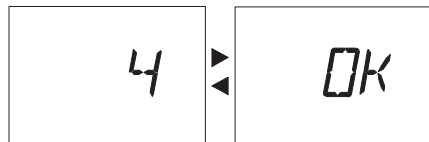

Рис. 13
- 7 Через 5 секунд после ввода желаемого значения произойдет автоматическое сохранение настройки, после чего на ЖК-дисплее отобразится надпись **OK** (Рис. 13) в качестве подтверждения сохранения.